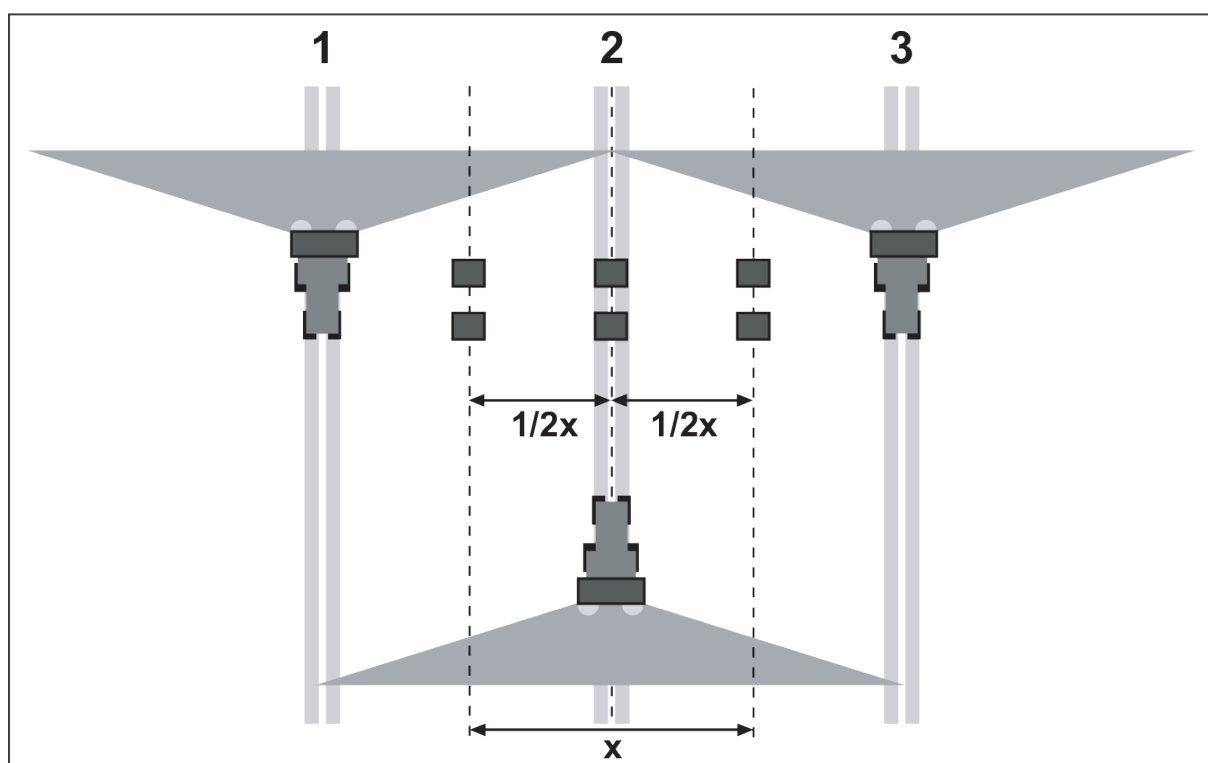

Fig. 35: Uppställning för tre passeringar
- ▶ Ställ upp två uppsamlingsskålar i överlappningszonerna (mellan körfälten) och i det mellersta körspåret, den ena bakom den andra med ett mellanrum på **1 m** (enligt Fig. 35)